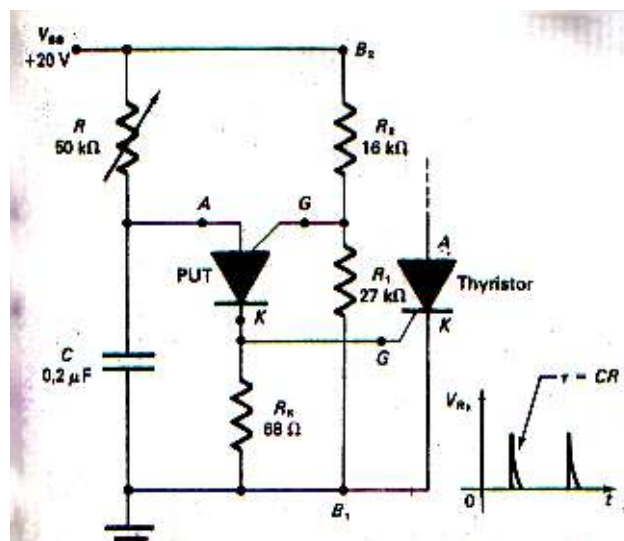

Figure 2-9 : amorçage d’un thyristor par un PUT.
- Les circuits d’amorçages de thyristors (figure 2-9) et de triac ;